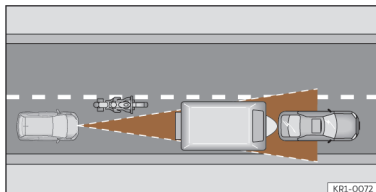

**Fig. 141** Motociclo que circula à frente, fora do raio de alcance do sensor de radar.
- Veículos que circulem desalinhados ou fora da zona de deteção do sensor, por exemplo, motociclos >>> **Fig. 141.**